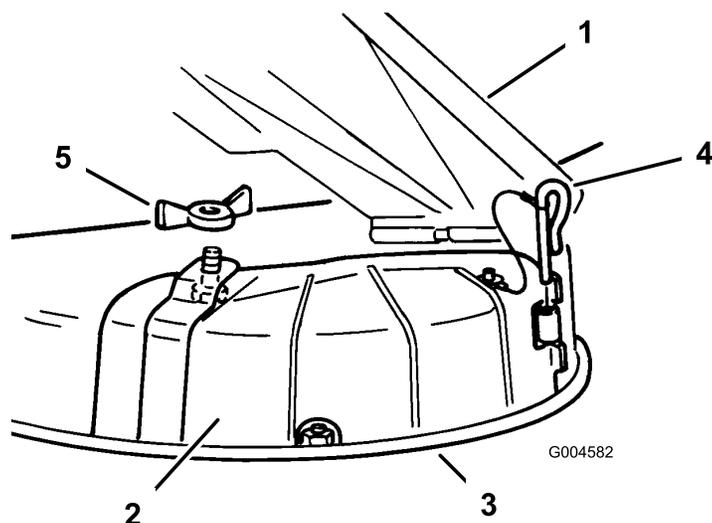

Figura 21
- Togliete il dado ad alette e il bullone di posizionamento del coperchio (Figura 21).
- Rimuovete il perno della cerniera che fissa il coperchio al piatto (Figura 21).
- Sollevate il deflettore per l'erba, posizionate il coperchio di scarico sull'apertura del bordo inferiore del tosaerba ed inseritelo sulla parte anteriore della cerniera (Figura 21).
- Fate scorrere il perno di cerniera sulla cerniera (Figura 21).
- Fissate il coperchio di scarico al tosaerba con il dado ad alette (Figura 21).